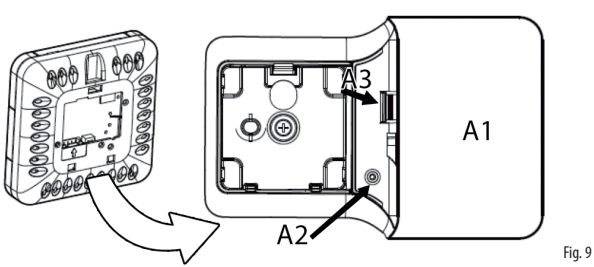

Fig. 9
- Per rimuovere il coperchio A1, svitare la vite A2 e fare pressione sul punto di attacco; accesso al morsetto A3 (Fig. 9);
- To remove cover A1, unscrew screw A2 and press the point of attachment; access terminal block A3 (Fig. 9);